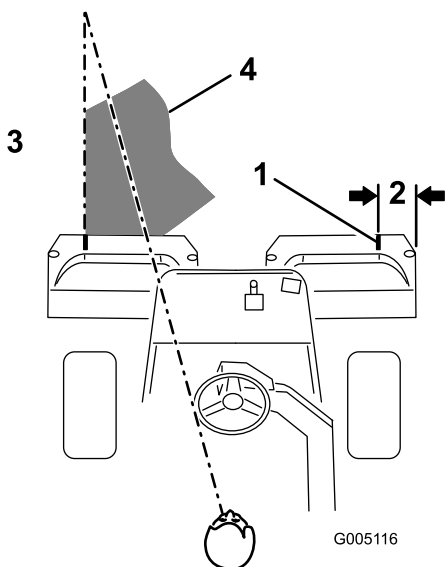

Рисунок 23
**Примечание:** Чтобы машина всегда двигалась по грину строго по прямой с сохранением равных интервалов от края предыдущей скошенной полосы, создайте воображаемый ориентир примерно 1,8–3 м перед машиной на краю нескошенной части грина (Рисунок 23). Используйте как часть ориентира наружный край рулевого колеса, т.е. удерживайте край рулевого колеса совмещенным с точкой, которая всегда находится на одном и том же расстоянии от переднего края машины.